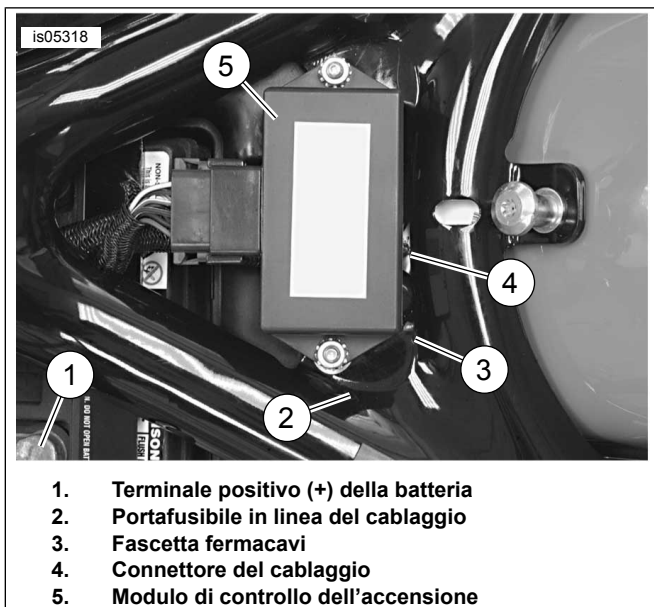

Figura 4. Disposizione del cablaggio della batteria dei modelli XL (Sportster) (modelli 2004 e anni successivi)
1. Vedere Figura 4. Passare il connettore del cablaggio (4) verso la parte posteriore della motocicletta seguendo il tubo superiore sinistro del telaio. Collocare ordinatamente il fusibile in linea nello spazio sul lato della batteria.
2. Individuare il connettore B+ positivo della batteria (connettore grigio non utilizzato con un filo rosso) sul cablaggio elettrico principale, disposto sotto la sella al di sotto del modulo di controllo dell'accensione (5). Fissare il connettore del cablaggio di carica della batteria vicino al connettore B+ con una fascetta fermacavi (3). Tagliare via eventuali tratti in eccesso della fascetta fermacavi.